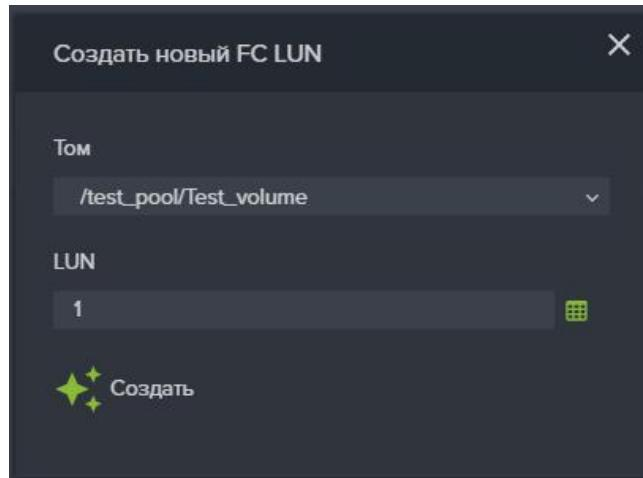

Рисунок 46 – Создание луна Fibre Channel
2. Нажмите на кнопку «Создать новый FC LUN», откроется одноименное окно (см. Рисунок 46).